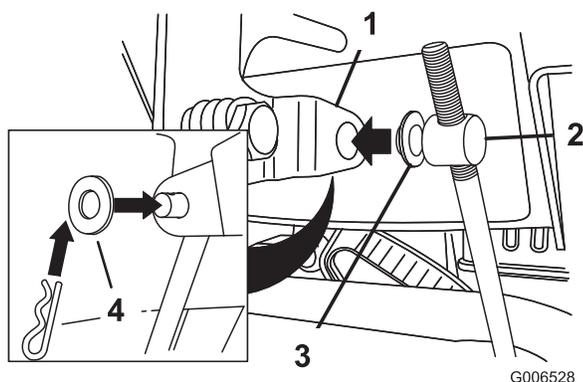

Figure 6
3. Placez une rondelle plate sur le tourillon (Figure 6).
6. Tirez la tige de commande de vitesse et insérez le tourillon dans le trou du levier sélecteur de vitesses (Figure 6).
- B. Retirez le tourillon du sélecteur de vitesses (Figure 6).
- C. Tournez le tourillon vers le haut (sens antihoraire) sur la tige de commande de vitesse (Figure 6).
- D. Remettez le tourillon sur le sélecteur de vitesses (Figure 6).
- C. Tournez le tourillon vers le bas (sens horaire) sur la tige de commande de vitesse (Figure 6).